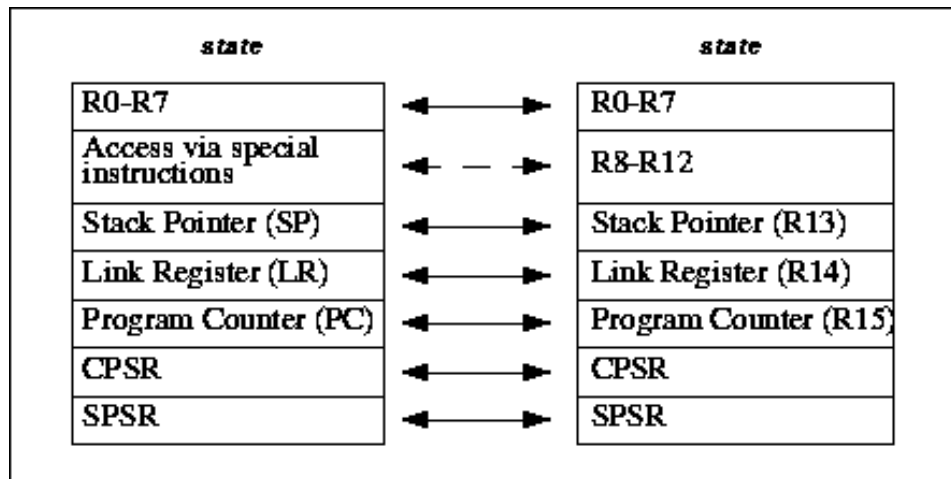

Рис. 1.14. Відображення Thumb реєстрів стану на реєстри стану ARM
При створенні 16-розрядних операційних кодів, у систему команд Thumb були введені деякі обмеження. Найбільш очевидні: зменшене число регістрів, доступних при виконанні коду Thumb. Замість п'ятнадцяти 32-розрядних регістрів загального призначення (GPR) плюс PC процесора ARM, програміст має доступ до восьми GPR регістрам, покажчику стека, регістру зв'язків (LinkRegister) і PC. В системі команд Thumb, вісім GPR регістрів (R0-R7) називаються Lo набором регістрів. Інші регістри ARM (R8-R15) позначаються як Ні регістри. Програміст в Thumb режимі обмежений доступом до Ні регістрам через команди переміщення, порівняння і команду ADD, що надають йому деяку локальну швидку тимчасову середу зберігання. Перемикання між ARM і Thumb кодами не впливають на вміст GPR регістрів. На рис. 1.14 показано відображення Thumb регістрів стану на регістри стану ARM.
У набір реєстрів у стані ARM входять 16 32-розрядних реєстрів r0...r15. і реєстр стану CPSR (рис.1.14). Регістри r0...r13 є реєстрами загального призначення і можуть використовуватися як для збереження даних, так і для збереження адреси. Регістри r14 і r15 виконують наступні спеціальні функції: Регістр 14 використовується як реєстр зв'язку (LR - LinkRegister) підпрограми, він приймає копію реєстру r15 при виконанні інструкції переходу за посиланням (BL). В всіх інших випадках реєстр r14 може використовуватися як реєстр загального призначення. Відповідні банкіровані реєстри r14_svc, r14_irq, r14_fiq, r14_abt і r14_und аналогічним образом використовуються для запам'ятовування значень повернення при виникненні переривань і виняткових